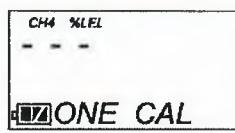

**Рис.12. Установка соединительной платы, режим One Cal**
6. Нажмите на соединительную плату на передней части сенсора GX-2009. Удостоверьтесь в правильности направления соединительной платы (рис.12), а также что названия сенсора на соединительной плате совпадают с названиями сенсора на инструменте